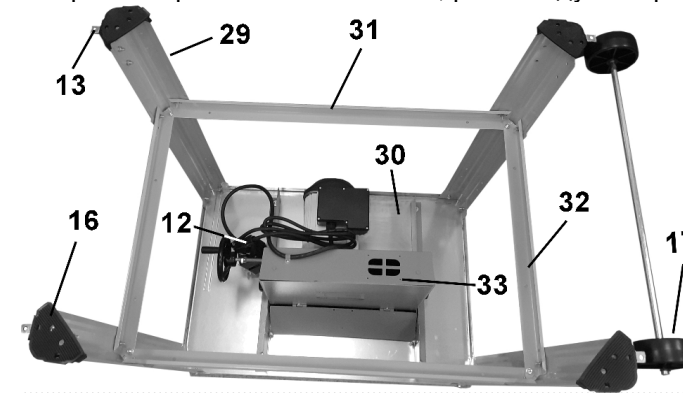

Рис. 4
8.1.4. Как показано на Рис.4, установите и закрепите переключатели (31 и 32).